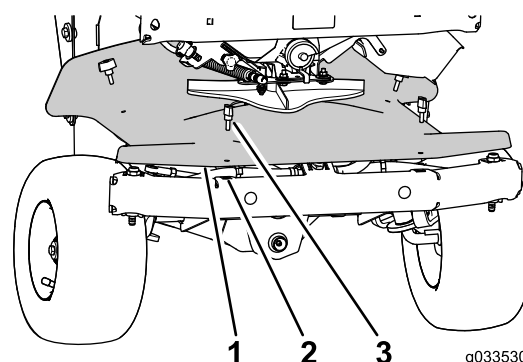

Figure 25
3. Retirez les 4 vis à oreilles qui fixent le couvercle avant (sous la turbine) au châssis et déposez le couvercle (Figure 25).